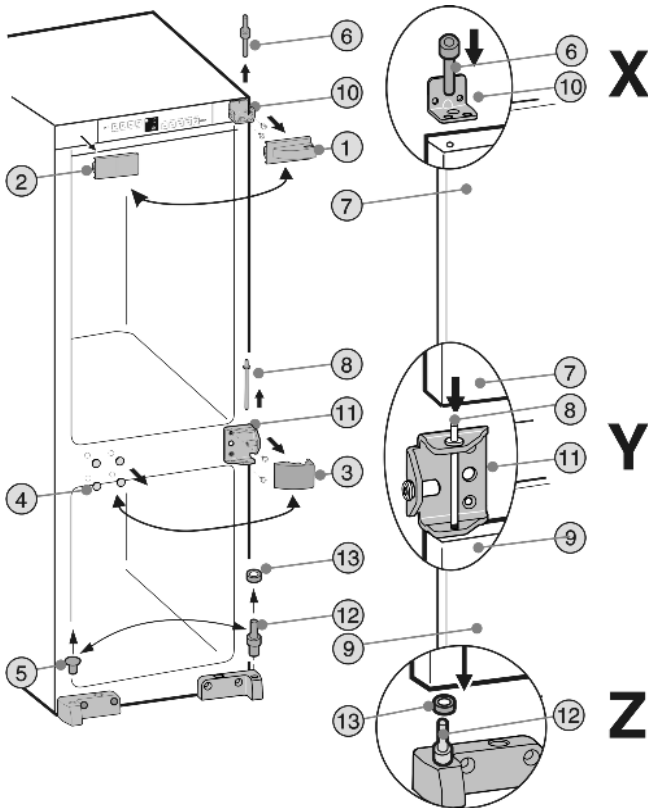

Fig. 3
- ▶ Afdekkingen Fig. 3 (1,2,3,4,5) verwijderen.
- ▶ Lagerbout boven Fig. 3 (6) uit de deur van het koelgedeelte Fig. 3 (7) schroeven.
- ▶ Deur van het koelgedeelte Fig. 3 (7) iets naar voren kliepen en naar boven eruit tillen.
- ▶ Lagerbout midden Fig. 3 (8) verwijderen.
- ▶ Deur van het diepvriesgedeelte Fig. 3 (9) verwijderen.
- ▶ Lagerbus boven Fig. 3 (10) en lagerbus midden Fig. 3 (11) afschroeven en aan de andere kant met dezelfde schroeven weer **goed (met 4 Nm)** vastschroeven.
- ▶ Lagerbout onder Fig. 3 (12) met plaatje Fig. 3 (13) omzetten.
- ▶ Deur van het diepvriesgedeelte onder op lagerbout Fig. 3 (12) en plaatje Fig. 3 (13) zetten. **Detail Z**
- ▶ Lagerbout midden Fig. 3 (8) door de lagerbus midden Fig. 3 (11) in de deurlager plaatsen. **Detail Y**
- ▶ Deur van het koelgedeelte op de lagerbout midden Fig. 3 (8) zetten. **Detail X**
- ▶ Lagerbout boven Fig. 3 (6) door **buitenste** gat in de lagerbus Fig. 3 (10) in de deurlager van de deur van het koelgedeelte Fig. 3 (7) aanbrengen en **goed (met 4 Nm)** vastschroeven. **Detail X**
- ▶ Afdekkingen Fig. 3 (1,2,3,4,5) aan de andere kant 180° omgedraaid weer aanbrengen.